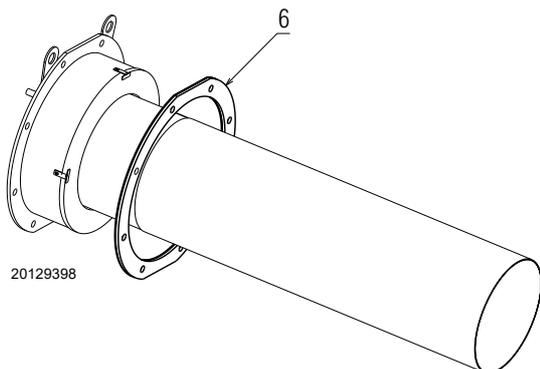

Abb. 17
- Die korrekte Anordnung des Isolierschirms 6)(Abb. 17) überprüfen; der schwarze Teil muss zum Brennerflansch und der weiße Teil zur Kesselseite ausgerichtet werden.